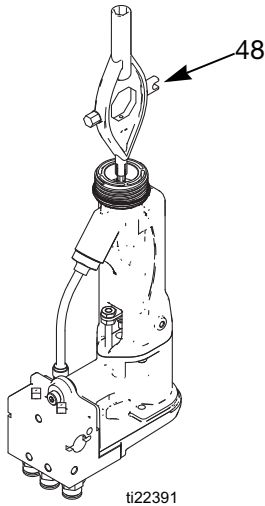

ABB. 20. Elektrode ersetzen
3. Elektrode (3) mit dem Multifunktionswerkzeug (48) abschrauben. ABB. 20.